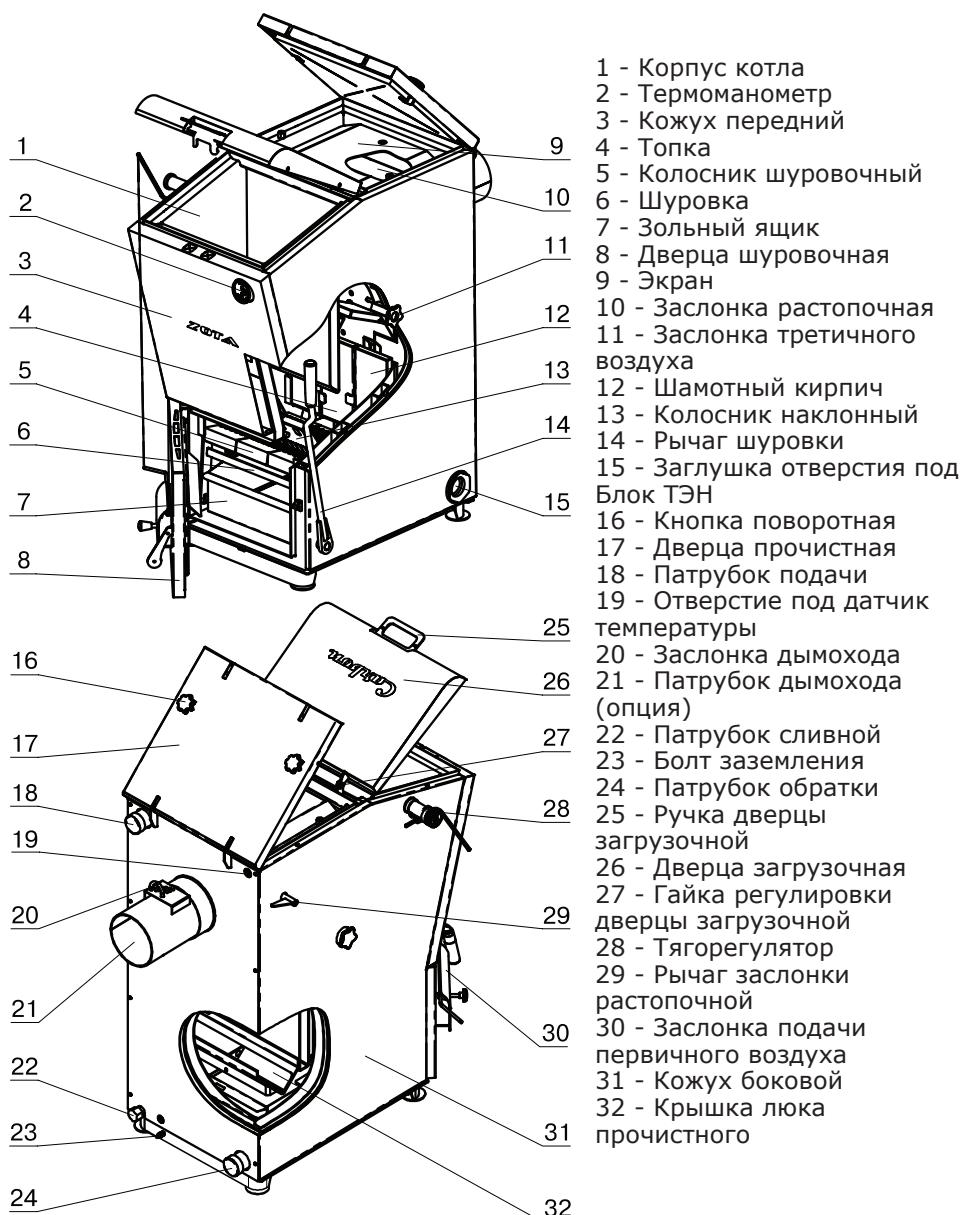

Рис.1 Конструкция отопительного котла
4.5.10. Эксплуатация котла без зольного ящика (Рис.1, поз.7).
4.5.13. Эксплуатировать котел при неполном заполнении системы отопления теплоносителем и с открытыми дверцами (поз.8; 17; 26) (см. Рис.1).
5.1. Котел (Рис.1) состоит из корпуса (поз.1), топки (поз.4), системы газоходов, патрубка дымохода (поз.21) (опция). Для регулировки тяги обязательна установка регулируемого патрубка дымохода ZOTA или шибера (задвижки), как элемента дымохода согласно СП 7.13130.2013. При закрытом положении шибера (задвижки) должно оставаться свободным не менее 20% номинального сечения патрубка дымохода.
- Откройте прочистную дверцу (Рис.1, поз.17) и уберите экран (Рис.1, поз.9);
5.10. Проверьте установку крышки люка прочистного (Рис.1, поз.32). Крышка должна лежать на прочистном окне плотно, без зазоров. Доступ к крышке люка производится через газоходный канал при открытой прочистной дверце (поз.17) и снятом экране (поз.9).
Внимание! Неправильная установка крышки люка прочистного (Рис.1. поз.32) приводит к прогоранию и деформации водонеохлаждаемых поверхностей котла. В случае нарушений условий эксплуатации котла рекламации не принимаются.